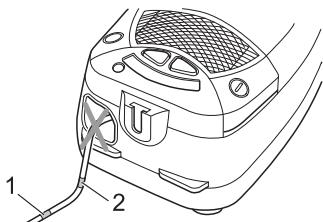
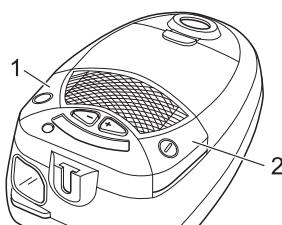

Abb. 10
Abb. 11
2. Ziehen Sie das Kabel am Stecker bis zur gelben Markierung (Abb. 10/1) heraus.
Falls die rote Markierung (Abb. 10/2) sichtbar ist, ziehen Sie das Kabel mithilfe der Kabelaufrolltaste (Abb. 11/2) wieder bis zur gelben Markierung ein. Ansonsten kann das Kabel abreißen. Es besteht die Gefahr eines elektrischen Schlagens.
3. Schalten Sie den Bodenstaubsauger am Ein-/Aus-Schalter (Abb. 11/1) ein.